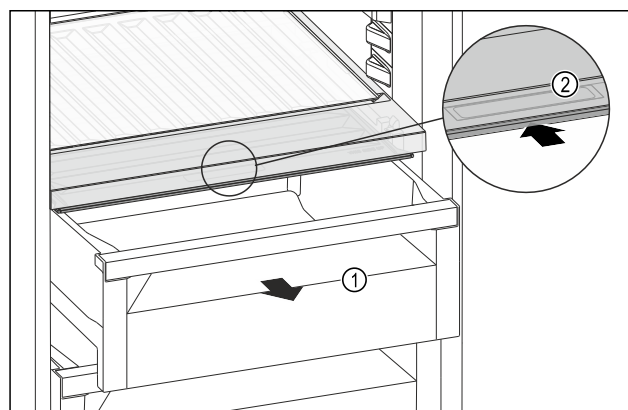

Fig. 153
- ▶ Estrarre il cassetto Fig. 153 (1).
- ▶ Afferrare la maniglia incassata Fig. 153 (2) sul coperchio dello scomparto e spingere allo stesso tempo all'indietro il coperchio dello scomparto.